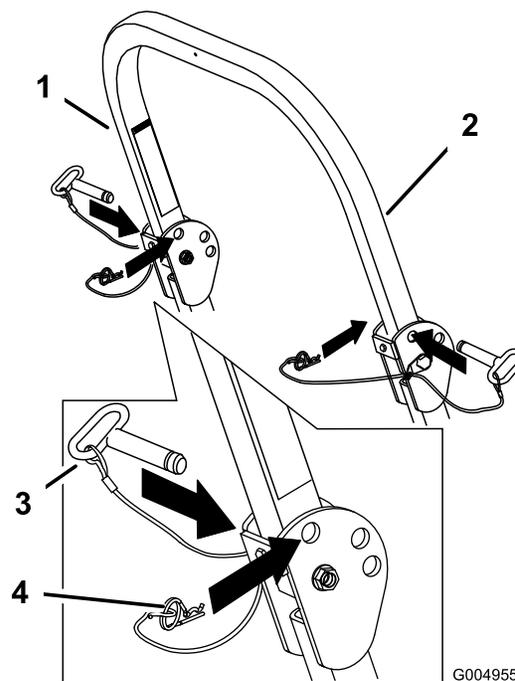

Figura 9
1. Togliete le spine delle coppiglie e le 2 spine (Figura 9).
3. Montate le 2 spine e fissatele con le spine delle coppiglie (Figura 9).
4. Per alzare il roll bar togliete le spine delle coppiglie e le 2 spine (Figura 9).
5. Alzate completamente il roll bar e montate le 2 spine, quindi fissatele con le spine delle coppiglie (Figura 9).